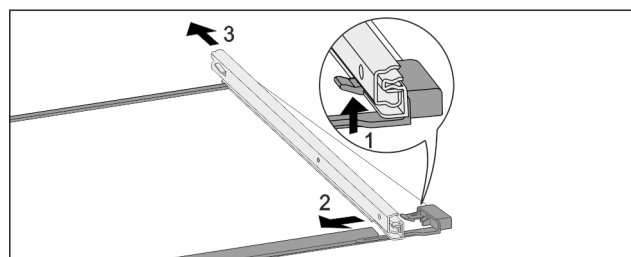

Fig. 150 Скляна пластина з рейками
- ▶ Натиснути передній гачок-фіксатор вгору. Fig. 150 (1)
- ▶ Виштовхніть виїзну рейку в сторону Fig. 150 (2) та назад Fig. 150 (3).